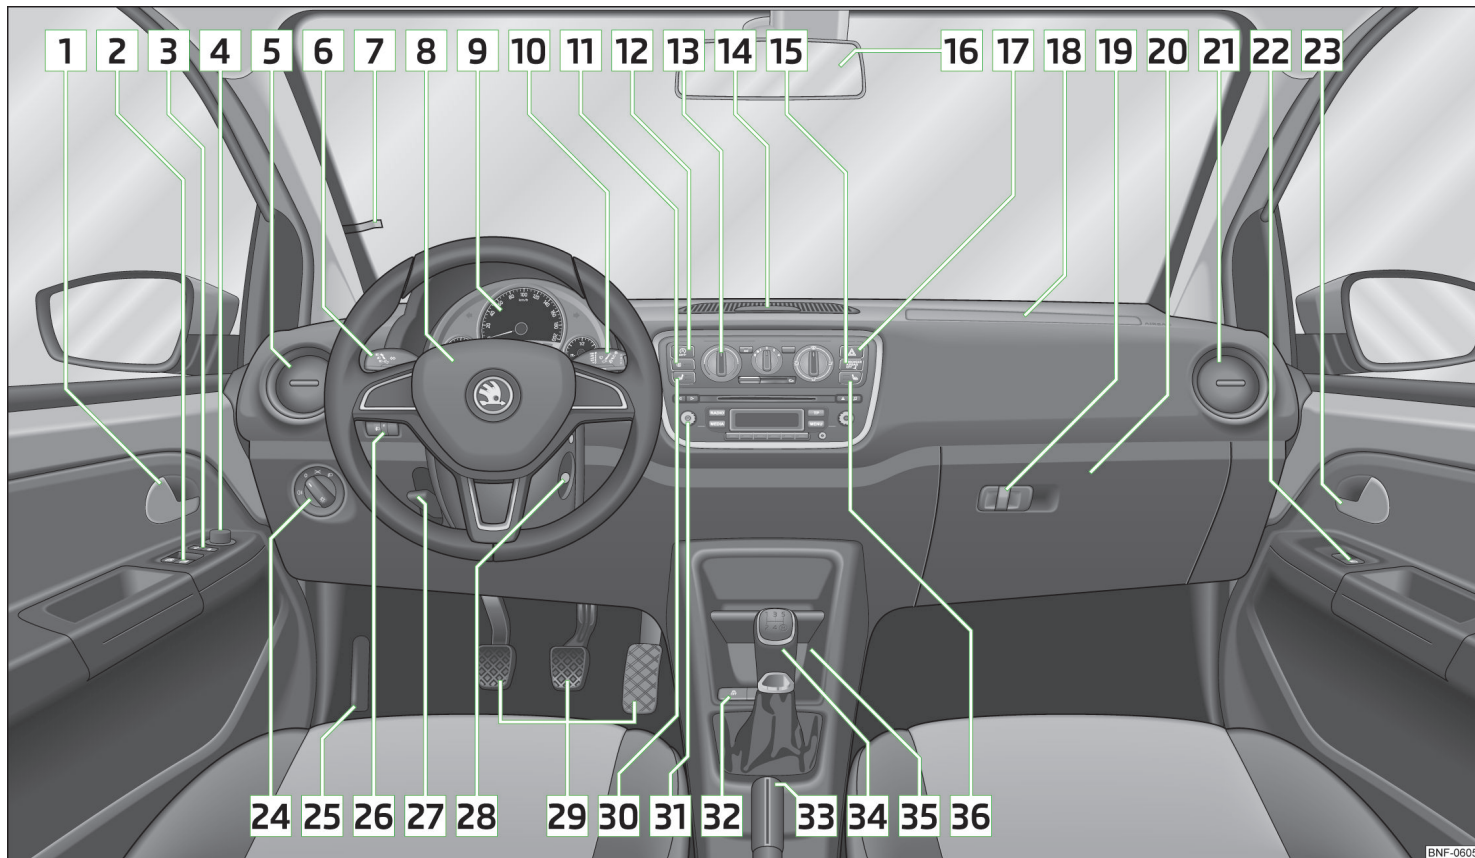

Fig. 17 Postul de conducere
- La autovehiculele cu volanul pe partea dreaptă ordinea aranjării elementelor de comandă diferă parțial față de ordinea prezentată n » fig. 17. Simbolurile corespund elementelor de comandă.